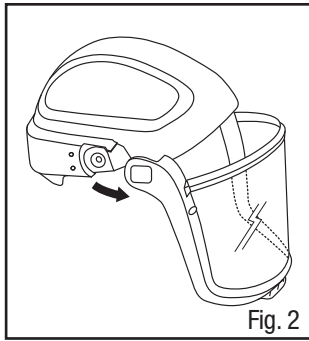

Fig. 2
3. Retire el marco del visor (consulte la Fig. 2).